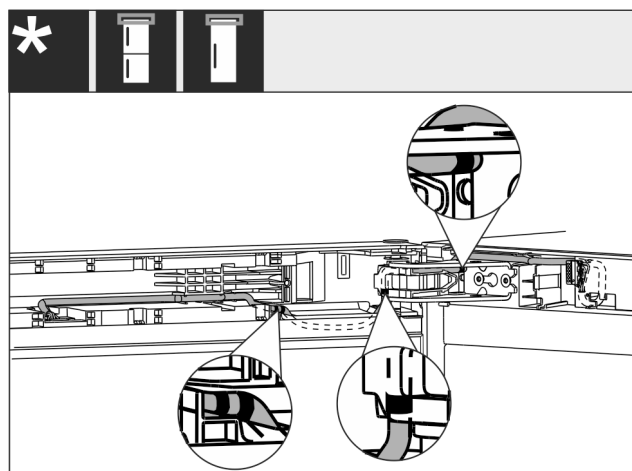

Fig. 38
- Vendasja e kablos bëhet siç tregohet në figurën Fig. 38 ().